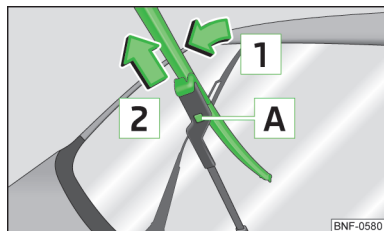

Fig. 123
- Ridicați brațul ștergătorului de pe lunetă și basculați puțin lamela ștergătorului de lunetă în sensul brațului ștergătorului de lunetă, săgeata **1** » fig. 123.